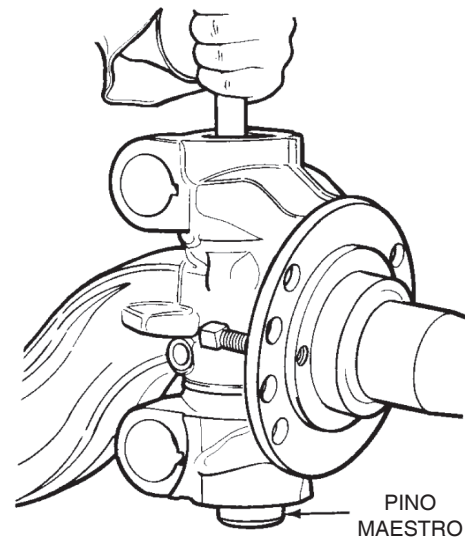

Figura 46
7. Use una punción de bronce y un martillo para retirar el perno maestro de la punta de eje. Figura 46.